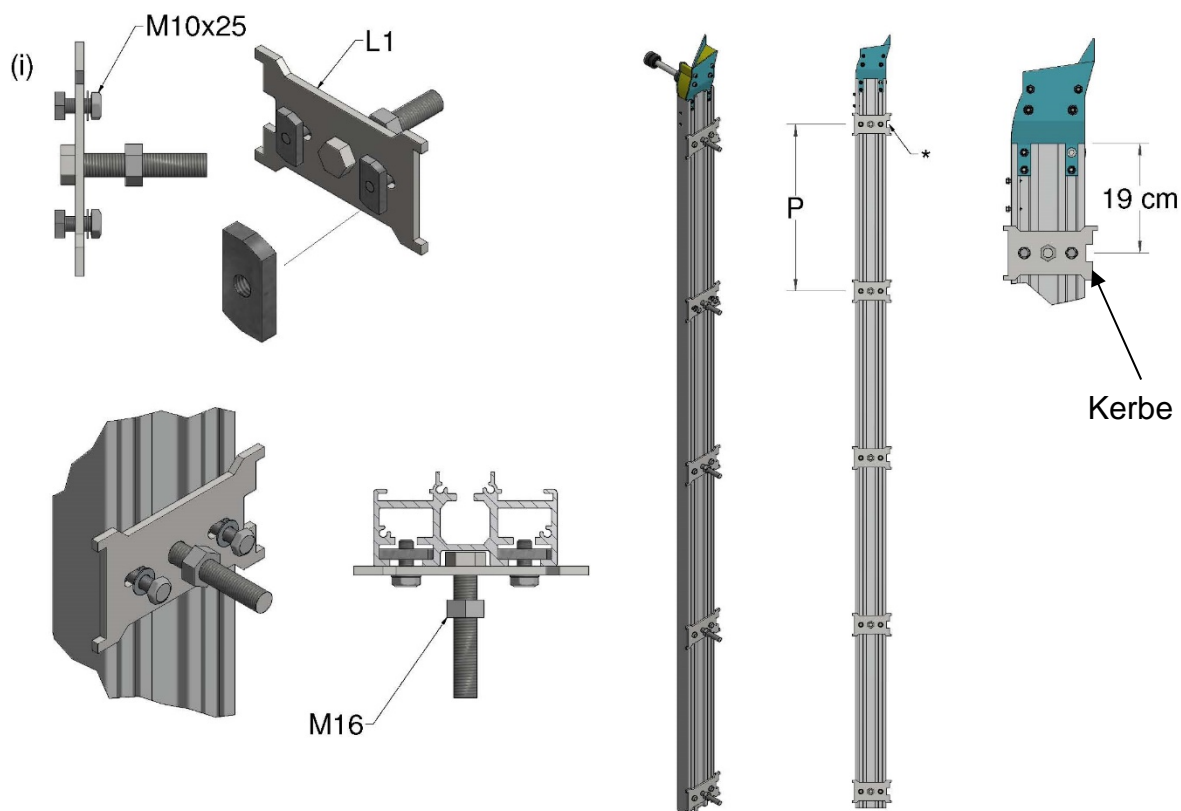

Abbildung 14: Schienenplatten-Baugruppe
13. Montieren Sie alle Schienenplatten (L1) mit den Schrauben vom Typ M10 x 25, Unterlegscheiben und Kanalmuttern, wie in Abbildung 14(i) dargestellt. Positionieren Sie die obere Schienenplatte auf der Außenseite der Schiene, 19 cm von der Schienenoberseite entfernt. Führen Sie die Kanalmuttern in die Schienen ein und drehen Sie sie. Ziehen Sie die Schrauben an, um die Platte zu fixieren (die Kerbe in der Platte ist zur Gebäudeseite der Schiene gerichtet). Positionieren Sie die restlichen Schienenplatten in derselben Weise, um die Position der Schienenmontagehalterungen am Gebäude zu kennzeichnen (P). Ziehen Sie die Schrauben locker von Hand an (ziehen Sie sie noch nicht fest).